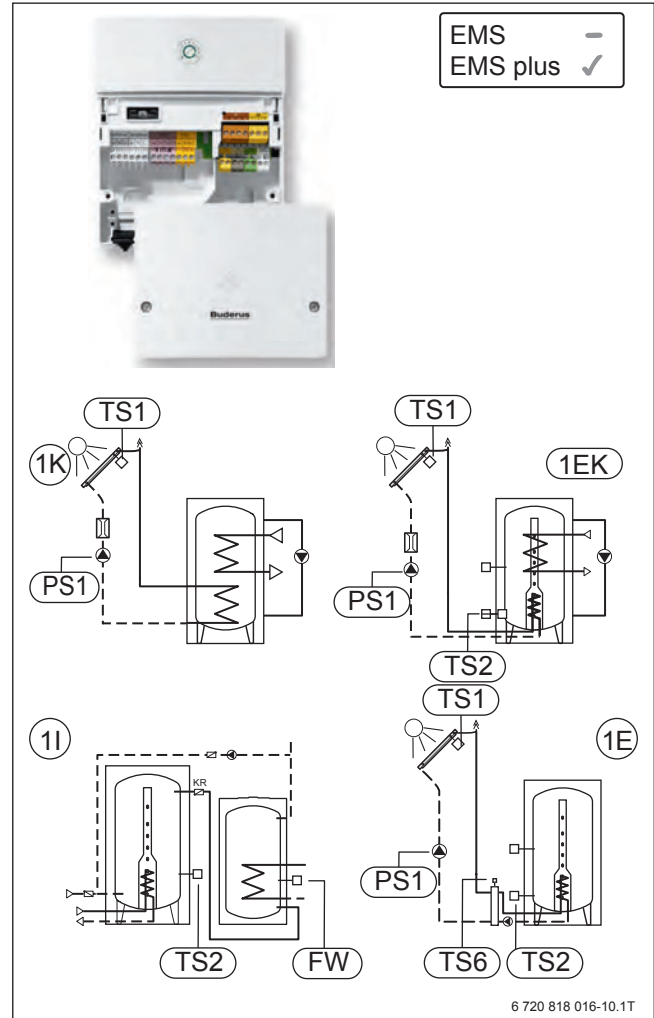

Bild 76 Solarmodul SM100
- Tägliche Aufheizung oder thermische Desinfektion (→ Bild 76, [1])
- Tägliche Aufheizung oder thermische Desinfektion der Vorwärmstufe (Speicher-Reihenschaltung) mit Umladepumpe (→ Bild 76, [3]) oder Umschichtpumpe (→ Bild 76, [2])
- Umladung von Vorwärm Speicher in Bereitschafts Speicher (→ Bild 76, [3])
kreispumpe inklusive Frostschutzfunktion Wärmetauscher (→ Bild 76, [4])